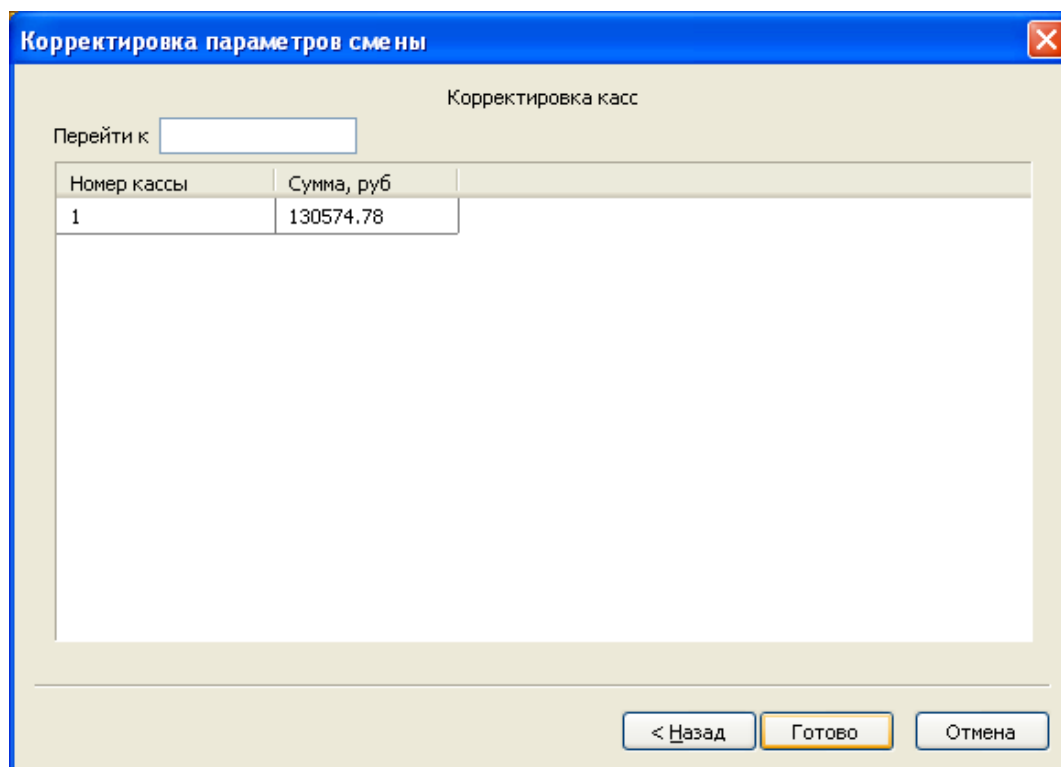

Рисунок 11.3 – Мастер Корректировок
4. Внести фактическое состояние кассы и нажать кнопку «Готово» (рисунок 11.3)